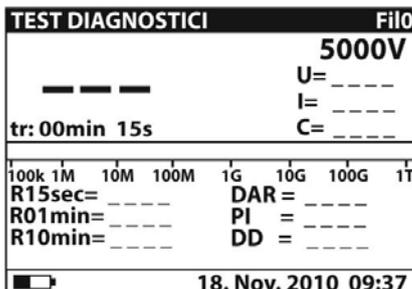
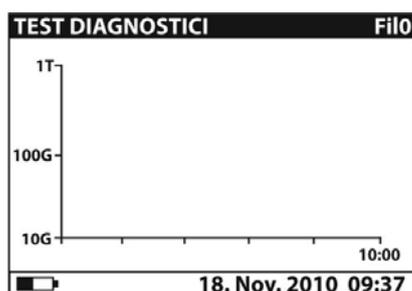

Fig. 29: Page-écran initiale numérique
Fig. 31: Page-écran initiale graphique
2. Sélectionner à l'aide des touches fléchées ▼ ou ▲ l'option «TEST DIAGNOSTICI» dans le menu principal et confirmer avec la touche **SELECT**. La page-écran de Fig. 29 est montrée par l'instrument. Si l'option Grafico R(t) est activée (ON), appuyer sur les touches fléchées ▼ ou ▲ pour passer à la page-écran graphique de Fig. 31